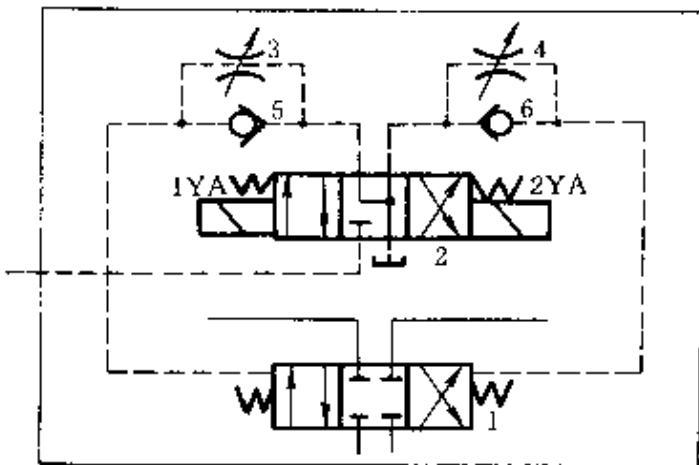

图 5-4 电液换向阀
①换向平稳，但换向时间长。
②允许通过的流量大，是大流量阀。
③电液换向阀由电磁换向阀和液动换向阀两部分组成，其中电磁换向阀起先导阀作用，而液动换向阀起主阀作用，控制执行元件的主油路。
(2) 换向时间的调节 电液换向阀的换向时间可由单向节流阀进行调节。如图 5-4 所示，当 1YA 通电时，液动换向阀的阀芯向右移动的速度(即换向时间)可用改变节流阀 4 开度的办法进行调节；2YA 通电时，液动换向阀的阀心向左移动的速度(即换向时间)可用改变节流阀 3 开度的办法进行调节。节流阀开度大，则回油速度快，即换向时间短；反之，则慢，换向时间长。